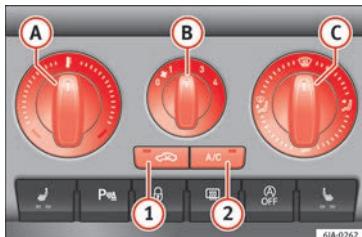

Abb. 171 Klimaanlage: Bedienelemente
Die Kühlanlage arbeitet nur dann, wenn die Taste **A/C** **(2)** » **Abb. 171** » **Seite 157** gedrückt ist und folgende Bedingungen erfüllt sind:
- Drehen Sie den Drehregler **A** »» **Abb. 171** nach rechts, um die Temperatur zu erhöhen.
- Drehen Sie den Gebläseschalter **B** »» **Abb. 171** in eine der Positionen 1 bis 4, um das Gebläse einzuschalten.
- Mit dem Luftverteilungsregler **C** »» **Abb. 171** regeln Sie die Richtung des Luftaustritts »» Seite 155.
- Taste **A/C** **2** »» **Abb. 171** drücken und die Kontrolllampe in der Taste leuchtet auf.
Wenn der Drehknopf **C** »» **Abb. 171** auf der Defrosterstellung steht, die Umluftklappe ist immer offen (Lichtanzeige aus).
- Drücken Sie die Taste **1** » **Abb. 171**, die Kontrollleuchte in der Taste leuchtet auf und